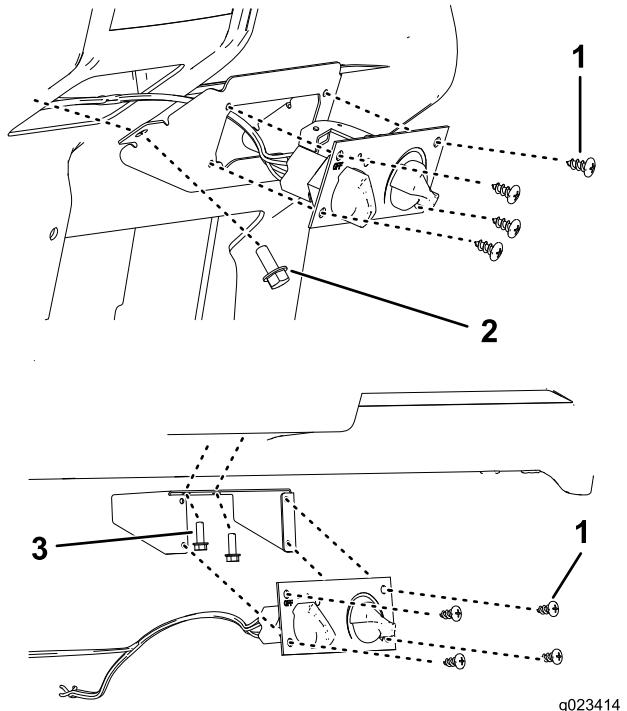

Bild 5
4. Befestigen Sie das Heizungsbedienelement mit vier Blechschrauben an der Aufnahme für das Heizungsbedienelement (Bild 5).
5. Schließen Sie den Heizungsbowdenzug und den schwarzen Kabelbaumanschluss am Heizungsbedienelement und den weißen Kabelbaumanschluss an der Heizung an (Bild 5).
7. Befestigen Sie vier Schrauben (5/16") vorne in der Halterung für das Heizungsbedienelement und entweder zwei Schrauben (5/16" für die HD-Modelle) an der Seite der Halterung oder zwei Schrauben (1/4" für die MD-Modelle) an der Innenseite oben an der Halterung, abhängig vom Modell (Bild 5).